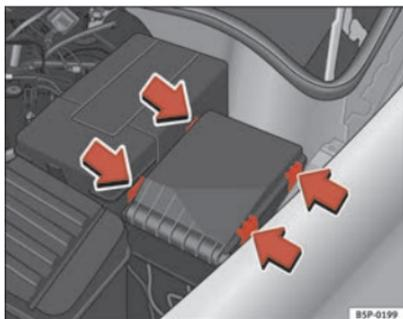

Abb. 176 Sicherungsdeckel im Motorraum
- Haken Sie den Sicherungsdeckel im Motorraum an den Laschen aus, indem Sie die Laschen zur Deckelmitte drücken ⇒ Abb. 176.